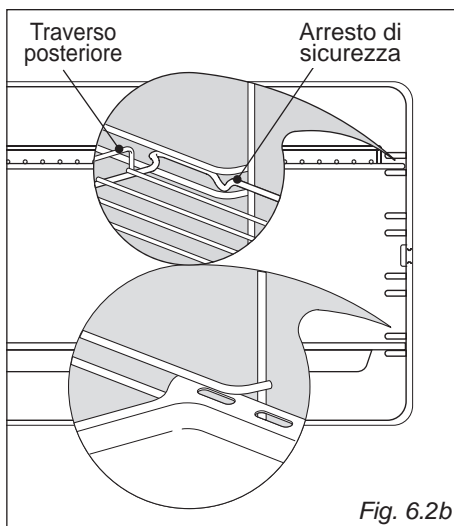

Fig. 6.2b
- Infilare in mezzo alle guide dei telai laterali la leccarda e la griglia come in (fig. 6.2b).